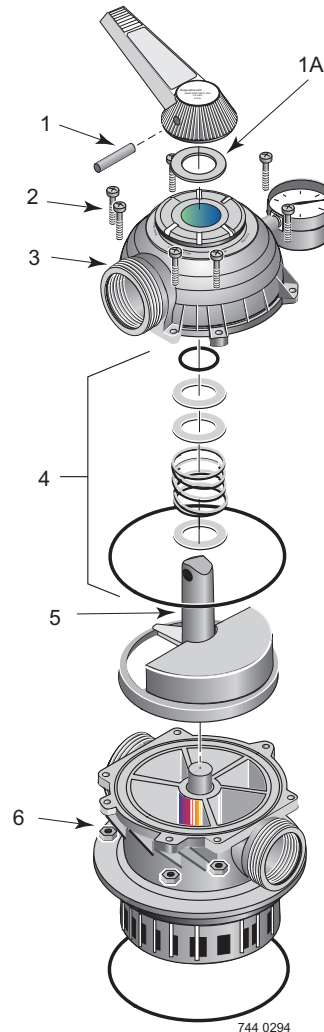

Figure 13 : Démontage de la vanne sélectrice.
1. Déboucher toutes les vis et tous les écrous (Réf. nos 2 et 6, Figure 13).